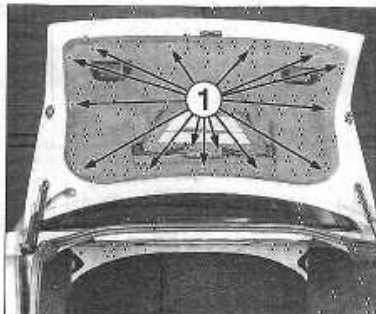

FIGURE 11-19
- Déposer les fixations (1) de la garniture du couvercle de malle (figure 11-19).